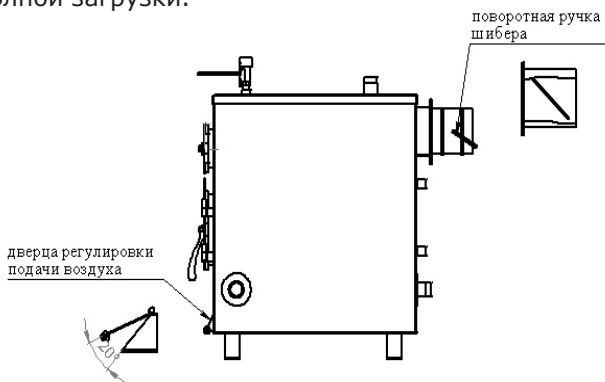

Рисунок 8.
- прикрыть ручку шибер на 60° (см. рис.8), чтобы через воздушный зазор дверцы подачи воздуха не выходил дым. Если дым выделяется, заслонку шибер приоткрыть до исчезновения дыма. Котёл перейдёт в экономный режим работы, не требующий дополнительной регулировки, до тех пор, пока в топке не останется топлива менее десятой части от полной загрузки.